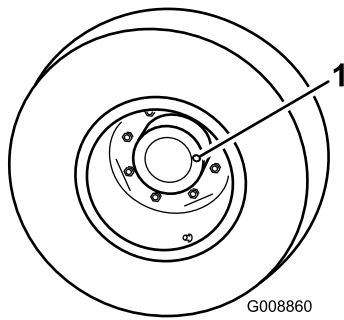

Bild 41
1. Stellen Sie, wenn sich die Maschine auf einer ebenen Fläche befindet, das Rad so, dass sich die Prüf-/Ablassschraube (Bild 41) entweder in der 3-Uhr- oder der 9-Uhr-Stellung befindet.
2. Nehmen Sie die Schraube am Planetengetriebe ab (Bild 41). Der Ölstand muss die Unterseite des Prüfschraubenlochs an der Rückseite der Bremse erreichen.